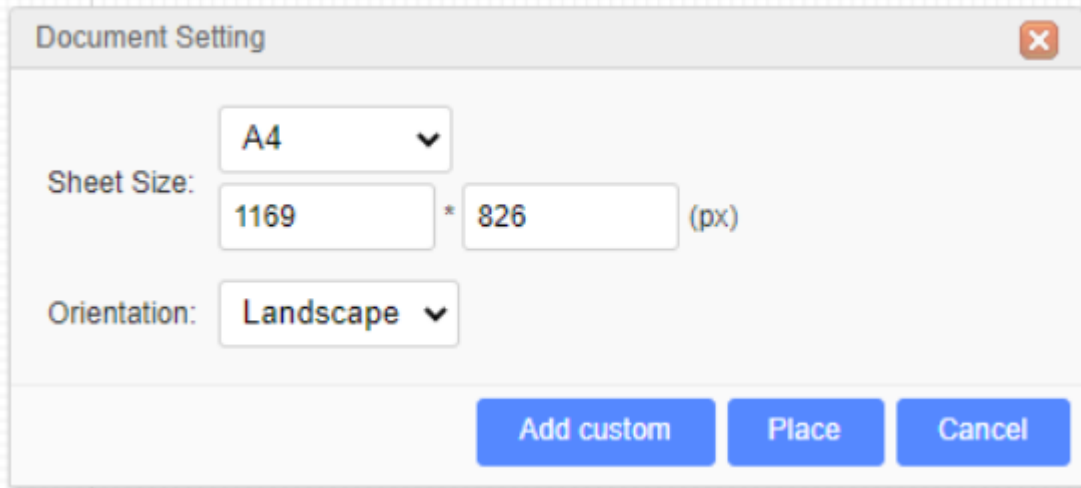

Рис.2.25 Добавление пользовательского шаблона документа
2. Далее нажать на Добавить пользовательский (Add Custom) Рис.2.25.